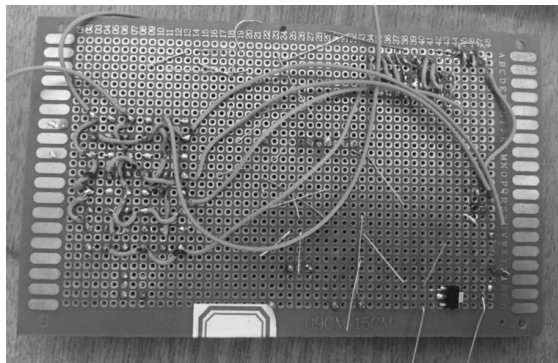

图 3-9 射频 13.56M 一卡通门禁系统焊接过程示意图(背面)
(3) 按照射频 13.56M 一卡通门禁系统原理图,仔细焊接好每条线,建议用坐标连线法,要有耐心,不能着急,如图 3-9 所示。